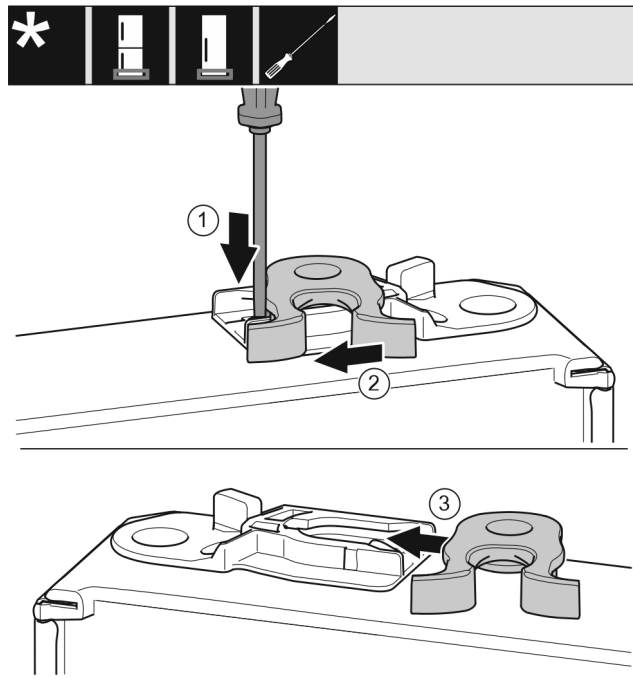

Fig. 18
- Plochým šroubovákem přitlačte lamelu Fig. 18 (1) dolů.
- Vytáhněte petlici Fig. 18 (2) z vedení.
- Petlici Fig. 18 (3) zasuňte do vedení na druhé straně.